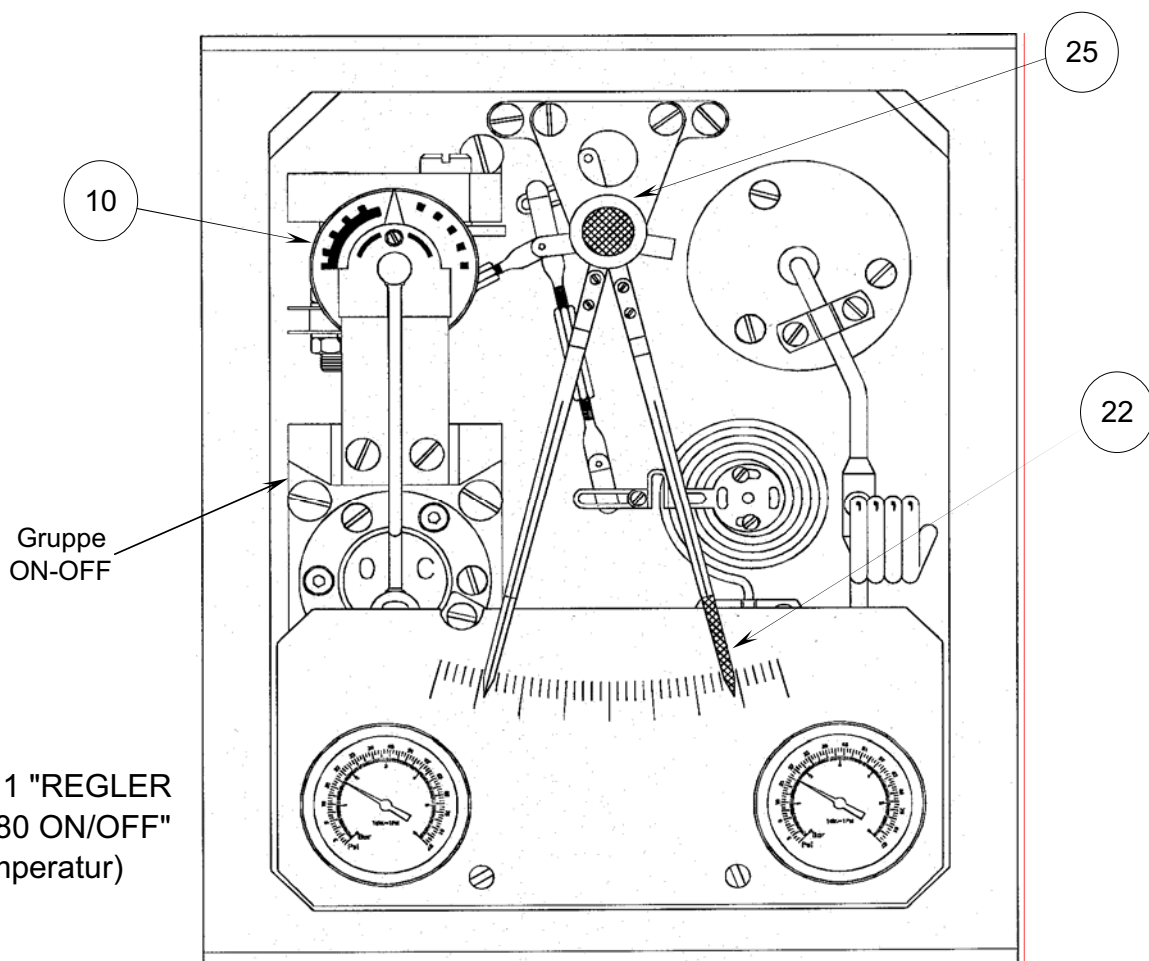

Fig. 3.1.1 "REGLER
3.1. ON-OFF REGLER (Fig. 3.1.1)